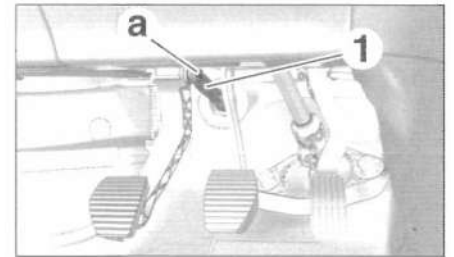

FIG.5
- Dégrafer la tige (1) du cylindre émetteur en (a) (Fig.5).
- Graisser légèrement la liaison entre la tige (1) du cylindre émetteur et le pédalier avec de la graisse de type G7 (Fig.5).